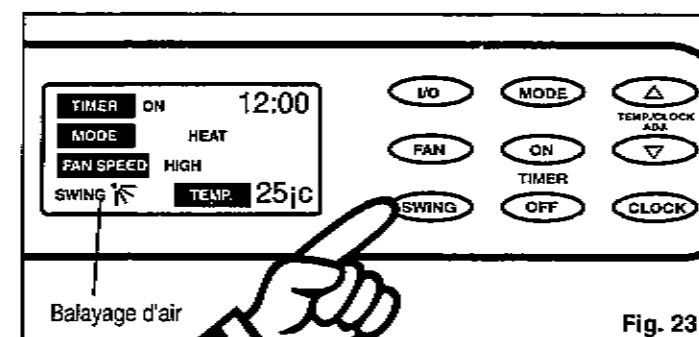

Fig. 23
4) Appuyez sur la touche **SWING** pour activer le balayage d'air (oscillation) (le symbole "air swing" est indiqué sur l'ACL). Fig. 23. Pour arrêter le balayage, appuyez sur la touche **SWING** de nouveau.